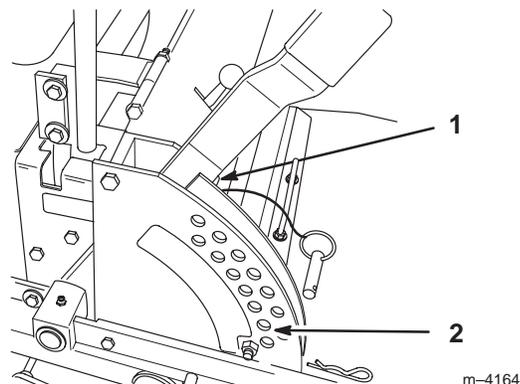

Figure 60
4. Relevez le plateau de coupe en position de transport et détendez les deux grands ressorts de levage du plateau en desserrant l'écrou situé devant chaque ressort (Fig. 60).
5. Placez 2 cales épaisses (38 mm) sous les bords inférieurs arrière gauche et droit de la tondeuse. Placez 1 cale (57 mm) sous le bord inférieur central avant de la tondeuse. Sélectionnez la hauteur de coupe de 51 mm (Fig. 60).
- Déplacez le levier de relevage du plateau de coupe à la position de transport (Fig. 60).